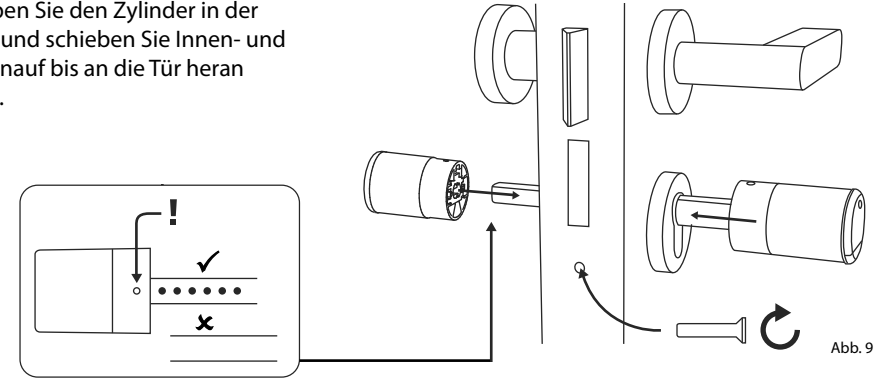

Abb. 9
- ⑥ Schrauben Sie den Zylinder in der Tür fest und schieben Sie Innen- und Außenknäuf bis an die Tür heran (Abb. 9).